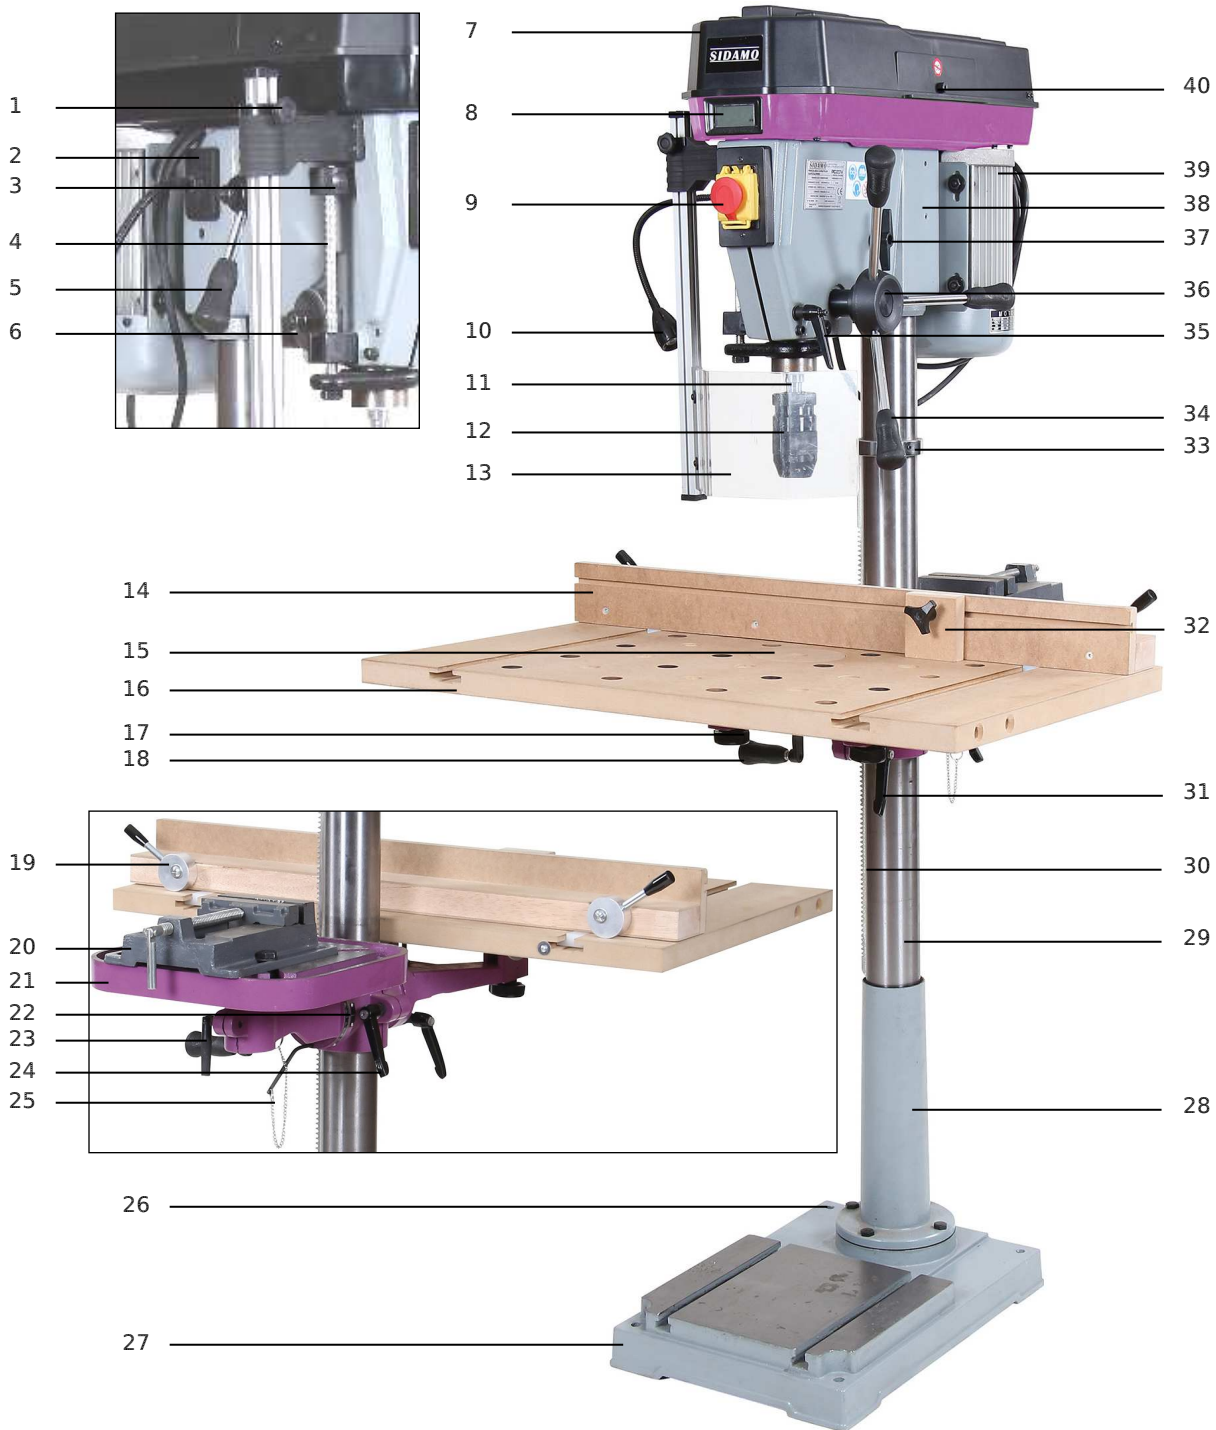

Figure 1
- Le collier support de tables (D) doit être correctement installée sur la colonne (A) :
4. Retirer l'anneau de crémaillère (E) en desserrant la vis (F) à l'aide de la clé fournie.
5. Retirer la crémaillère (G) de la colonne.
12. Serrer la poignée de blocage du collier support de tables (24 fig.1).
13. Monter la table (H) sur le support de table métal (I).
15. Serrer la poignée de serrage de table métal (J).